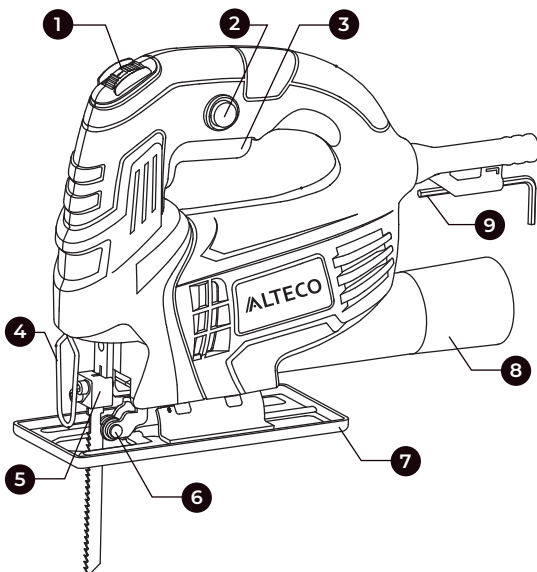

Рис. 1
- Необходимо, чтобы при пилении опорная плита 9 (рис.1) надежно прилегала к поверхности. Перекос опорной плиты приводит к перекосу пильного полотна, что может привести к облому пилки и к обратному удару.
- Путём вращения регулятора оборотов 1 (рис.1) можно регулировать обороты двигателя лобзика и соответственно скорость хода пильного полотна. Выбор необходимой скорости зависит от вида и толщины материала.
- Данная модель электрического лобзика укомплектована функцией сдува опилок, что позволяет держать линию реза, при работе, чистой от опилок. Для включения данной функции необходимо включить выключатель системы сдува опилок 8 (рис. 1).
- Чистые операции резки могут быть выполнены с помощью подсоединения этого инструмента к пылесосу. Вставьте шланг пылесоса в патрубок 9 (рис.1).